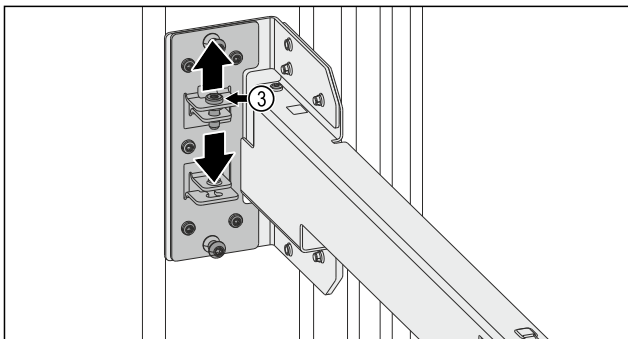

Fig. 13
- ▶ Schraube Fig. 13 (3) lösen.
- ▶ Schraube Fig. 13 (3) festziehen.